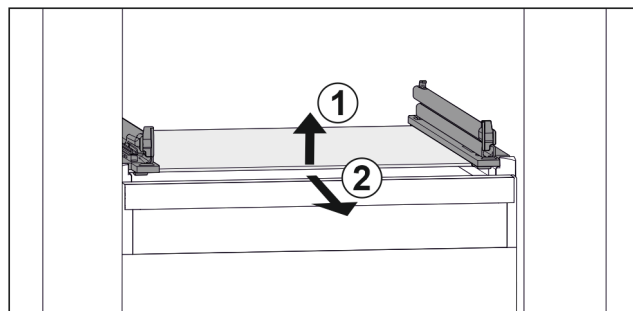

Fig. 109 Príklad zobrazenia sklenenej dosky
- ▶ Nadvihnite sklenenú dosku vpredu. Fig. 109 (1)
- ▶ Odoberte sklenenú dosku dopredu. Fig. 109 (2)